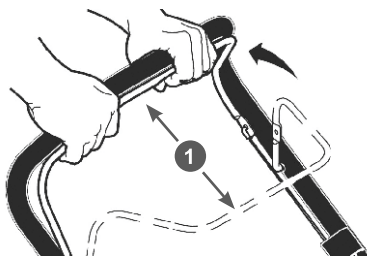

Рис. 12 Рычаг газа двигателя
Перед запуском двигателя, несколько раз задействуйте рычаг газа двигателя 1 (Рис.12).
2. Отпустите рычаг 1 газа двигателя (Рис. 12).